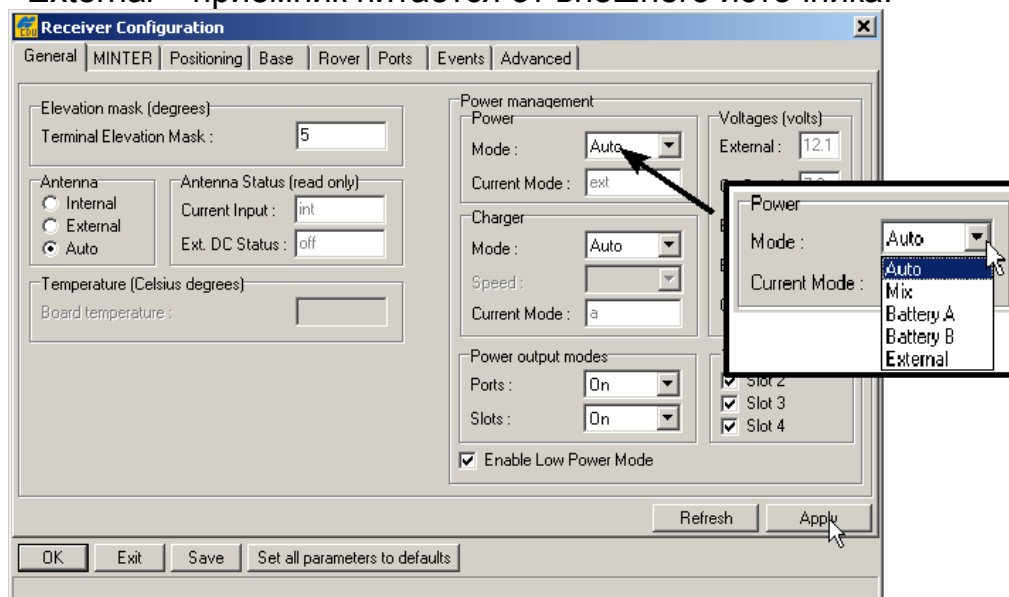

Рисунок 2-2. Выбор Режим питания
3. В области *Power (Питание)* щелкните на выпадающем списке *Mode (Режим)* и выберите в нем нужный Вам источник питания (см. рис. 2-2 на стр. 2-6). Поле *Current Mode (Текущий режим)* указывает источник питания, используемый в настоящий момент.